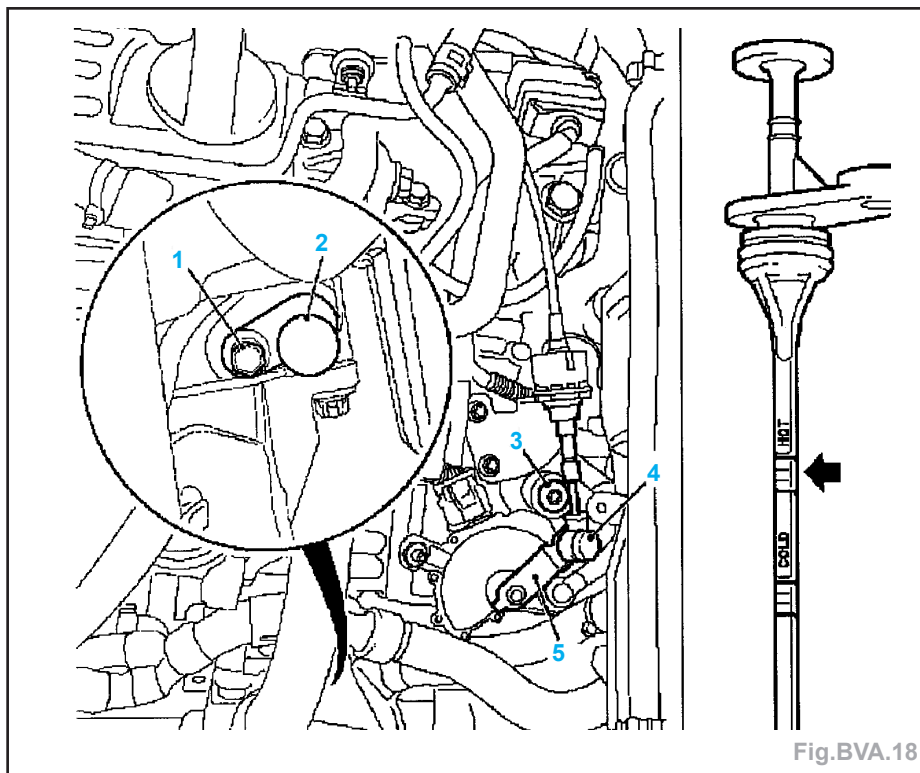

Fig.BVA.18
- Dégrafer le câble de sélecteur (4) au niveau du levier de commande (5) (Fig.BVA.18).
- Dévisser le bouchon de remplissage d'huile (3).